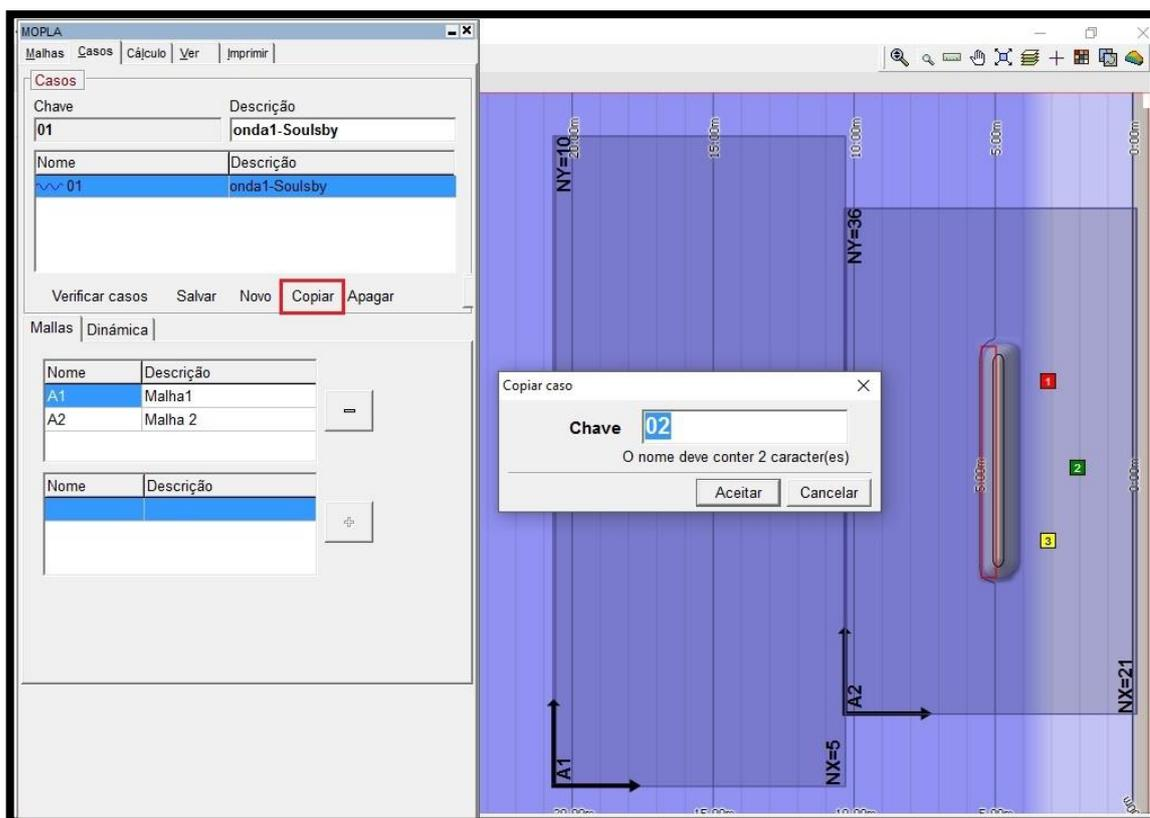

Figura 14 – Clicando no botão Copiar, abrirá a janela Copiar caso, onde se deve definir o nome do novo caso.
27) Estando selecionado o **caso 01**, clicar no botão "Copiar". Neste momento, aparecerá a janela "Copiar caso", onde deverá ser aceito o "Nome (Chave)" predeterminado "02". Clicar no botão "Aceitar" para finalizar (Figura 14).